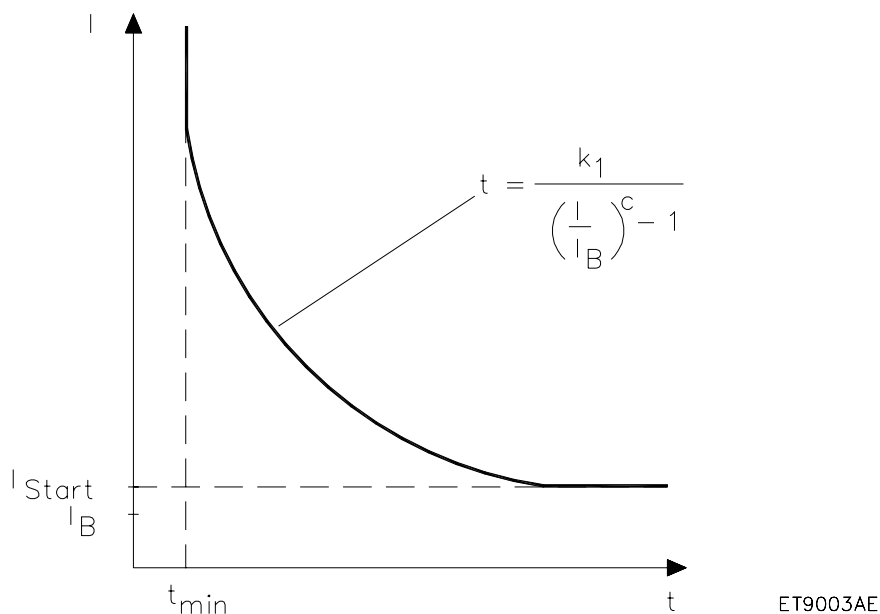

Рисунок 3.34. Характеристика срабатывания максимальной токовой защиты с обратнозависимой характеристикой выдержки времени
- Характеристики срабатывания (см. Рис. 3.34) в соответствии с Британским Стандартом 142: